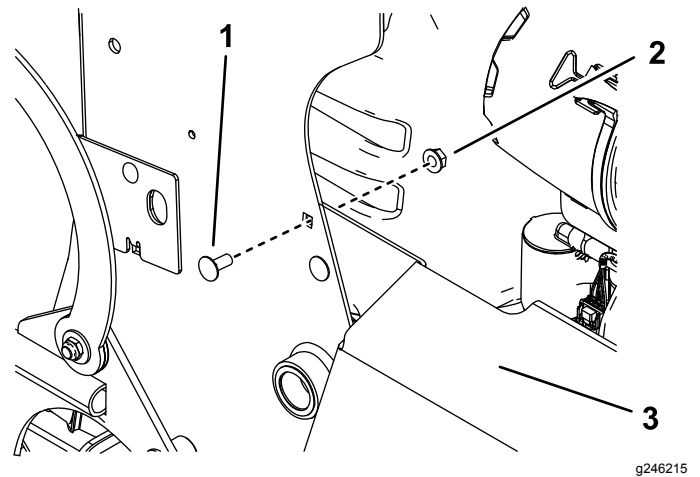

Figure 6
- Enlevez le boulon de carrosserie supérieur et l'écrou qui fixent la protection du silencieux à la machine (Figure 6).